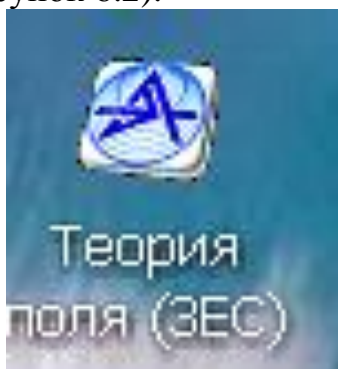
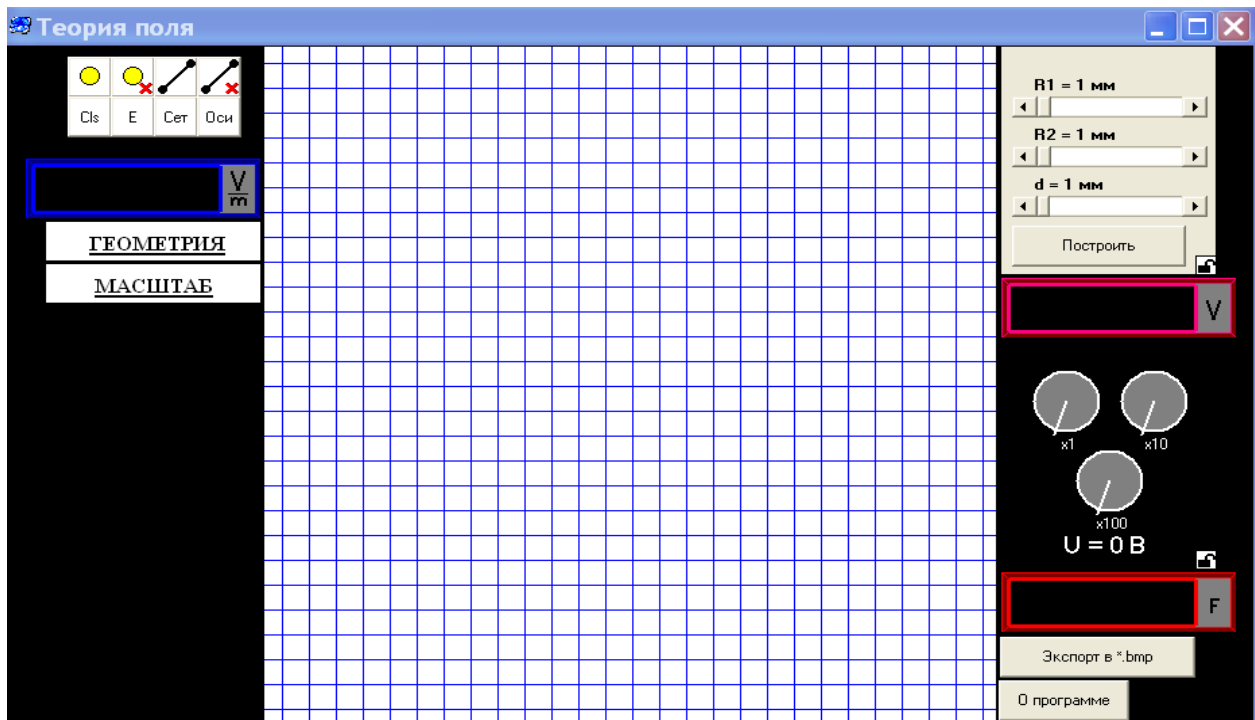

Рисунок 6.1
Рисунок 6.2 - Интерфейс программы
6.2.1 Запустить программу «Теория поля», щелкнув левой кнопкой мыши по ярлыку на рабочем столе компьютера (рисунок 6.1). Откроется главное окно программы (рисунок 6.2).
6.2.5 Установить напряжение между проводами, согласно заданному варианту, с помощью источника напряжения (рисунок 6.2, описание интерфейса программы и методические указания).
Главное окно интерфейса программы (рисунок 6.2) содержит рабочую область и две боковые панели, на которых расположены измерительные приборы и управляющие кнопки. Рабочая область имеет координатную сетку, вид которой можно изменять кнопкой «Сет».